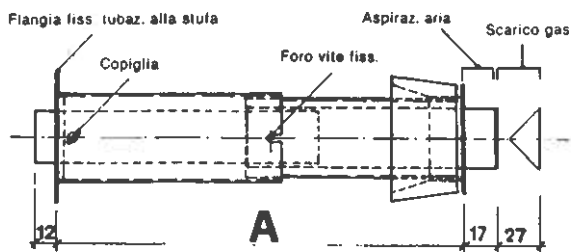

Fig. 1
- alla misura del foro effettuato attraverso il muro si aggiungano 28 mm. e si ottiene la misura A tra le due flange unite ai due tubi esterni (fig. 1).